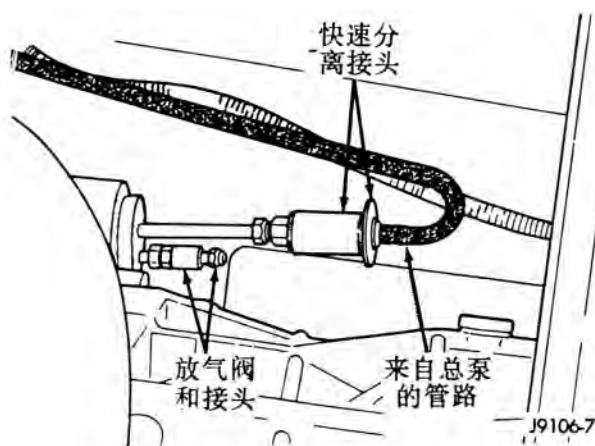

图3 液压管路快速分离接头的位置
(1) 举升车辆。
(2) 在快速分离接头处拆开总泵油管(图3)。向内推圆形板, 然后脱开分离接头。
(1) 将总泵安装在前围板上, 在上部螺栓上安装螺母。
(2) 安装总泵下边的螺栓和螺母。
(3) 以 26 牛·米 (19 磅·英尺) 的扭矩紧固两个总泵螺母。
(4) 在快速分离接头处接通总泵油路 (图 3), 注意使接头咬合牢固。
(5) 在踏板支架或轴臂上安装推杆、垫圈及开口销。
(6) 在总泵储油罐中注入北京吉普汽车公司或其修理站指定的制动液或相当的符合 SAE / DOT 标准的 J1703 和 DOT3 的制动液。
(7) 安好储油罐盖, 给液压系统放气。参考本部分中有关步骤。
(1) 参考第 21 部分中的步骤, 拆下分动箱和变速箱。
(2) 在“快速分离接头”处断开总泵油路 (图 3), 把接头挡板朝筒状的容器推, 拆开接头的两部分。